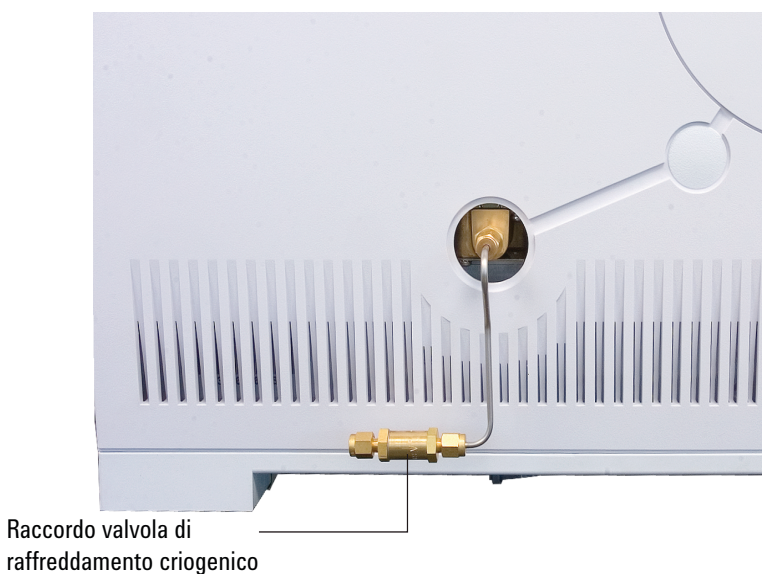

Figura 14 Posizione della valvola di raffreddamento criogenico
- 1 Individuare l'iniettore per la CO₂ liquida sul lato sinistro del GC. Preparare un tubo di lunghezza sufficiente a collegare il serbatoio a questo raccordo. Vedere Figura 14.